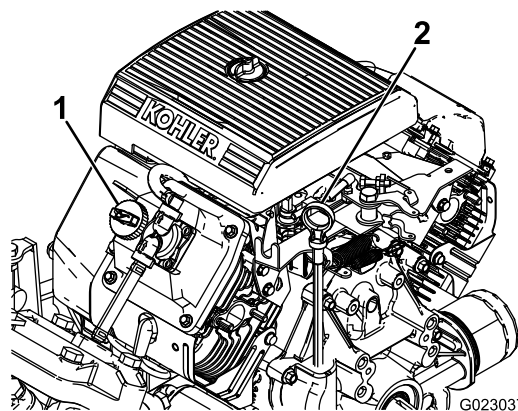

Figura 10
2. Togliete l'asta di livello ed asciugatela con un panno pulito (Figura 10).
4. Se l'olio è insufficiente, togliete il tappo di rifornimento dal coprivalvola (Figura 10) e versate l'olio nel foro finché non raggiunge il segno di PIENO sull'asta; il tipo di olio e la viscosità adatti sono riportati nella sezione Cambio dell'olio motore \(pagina 51\).